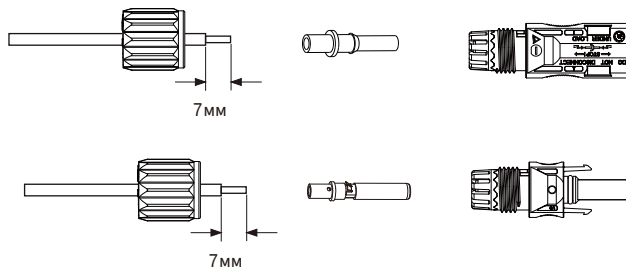

Рис. 3.3 Розбирання накидної гайки з'єднувача
- а) Зніміть ізоляцію фотоелектричного дроту на 7 мм та розберіть накидну гайку з'єднувача (див. рис. 3.3).